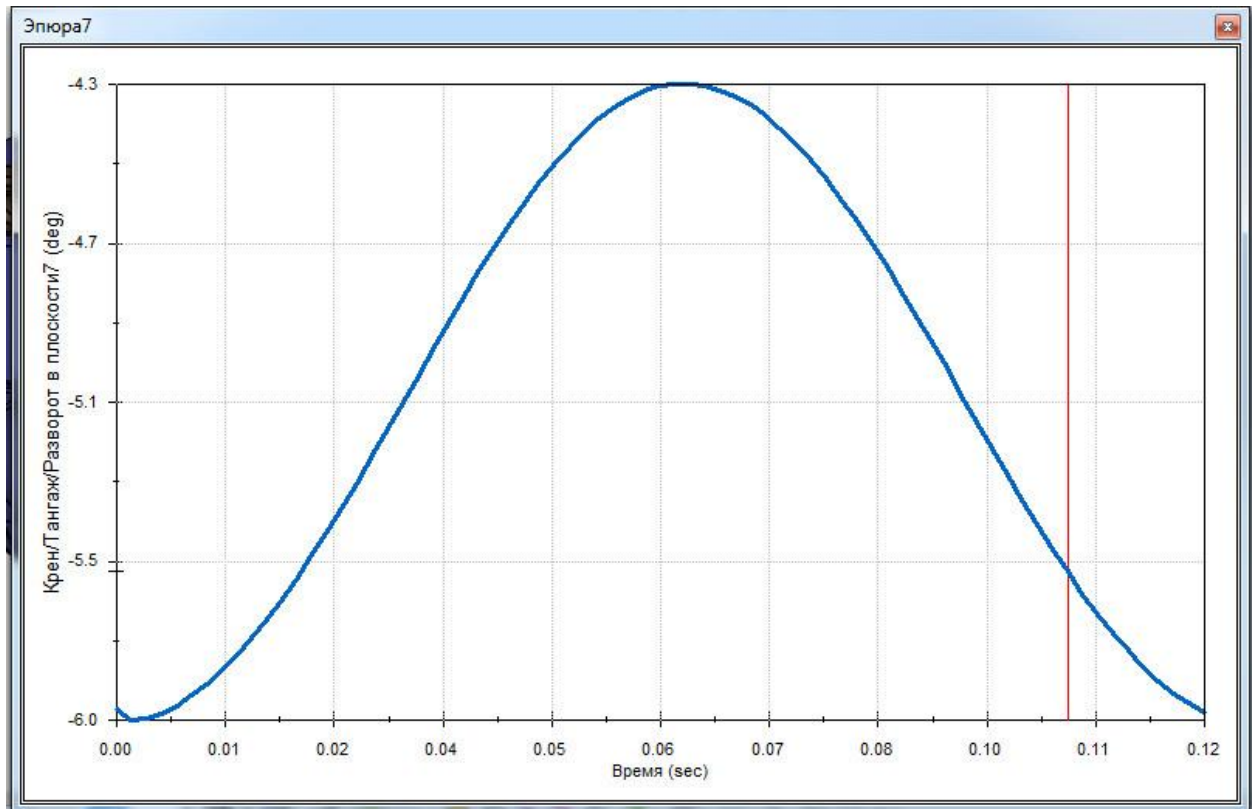

Рис. 6. Залежність крену центру маси колеса від часу
- в якості грані деталі для результату виберіть будь-яку концентричну грань таких компонентів як Neumatico, Front Hub Carrier R чи Llanta. Відобразиться епюра залежності крена центра маси обраного компонента від часу (рис.6)
Рис. 6 по факту відображує кут сходження (**Toe angle**) в різні моменти часу.
Графічні результати на рис.6. є допоміжними, а головним є залежність **Toe angle** як функції від вертикального переміщення центра маси колеса.